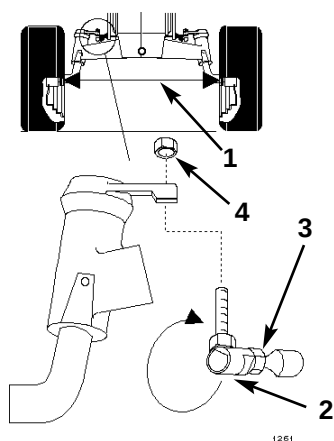

Figure 33
3. Mesurer entre les jantes des roues avant et arrière, au niveau de l'axe (Fig. 33).
2. Déposer la rotule d'un levier de direction (Fig. 33).
4. Tenir les pans de la rotule pour les aligner avec les pans de la barre d'accouplement et serrer le contre-écrou (Fig. 33).
3. Nettoyer la surface autour du réservoir (Fig. 33), pour distinguer clairement le niveau de liquide et pour éviter de faire tomber de la poussière dans le réservoir si l'on rectifie le niveau.